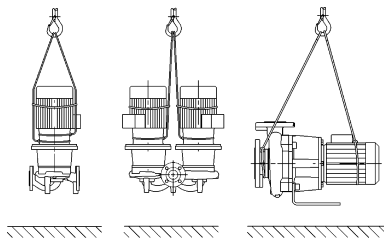

Fig. 7: 펌프 운반
- 펌프에 있는 운반 고리는 하중 지지용이 아니라 펌프의 자세 및 방향을 유지하기 위한 것입니다(Fig. 7).